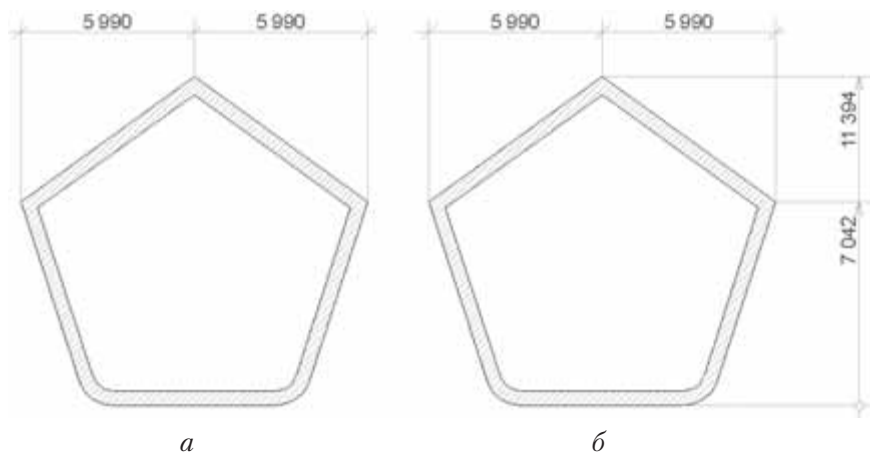

Рис. 10.4. Построение ортогональных размеров
4. Поместите указатель мыши над верхней вершиной пятиугольника и щелкните кнопкой мыши. Горизонтальный размер построен (рис. 10.4, а).
5. Поместите указатель мыши с правой стороны пятиугольника и щелкните кнопкой мыши. Вертикальный размер построен (рис. 10.4, б).